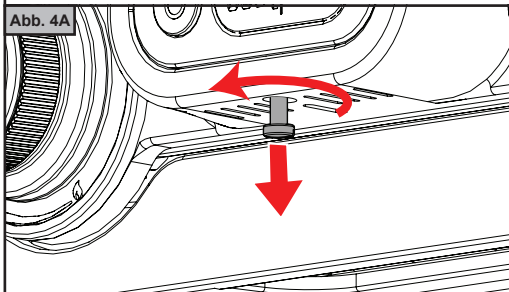

Abb. 4B
2. Führen Sie einen Schraubenzieher oder ein spitzes Werkzeug in den Schlitz unter dem Thermometergehäuse ein und ziehen Sie das Thermometer zu sich (Abb. 4B).